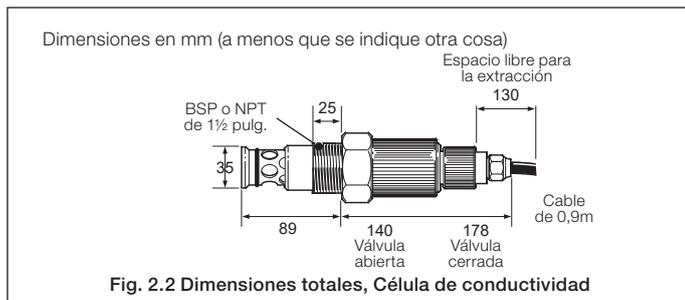

Fig. 2.2 Dimensiones totales, Célula de conductividad
**Nota.** Deje suficiente espacio libre alrededor de la célula para facilitar su extracción y limpieza (consulte la Fig. 2.2 para obtener información sobre las dimensiones totales de las células).
## 2.3 Dimensiones totales, Célula de conductividad – Fig. 2.2